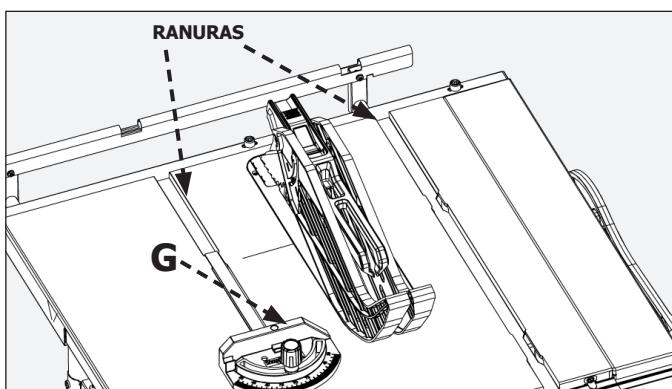

FIGURA 36
Existen dos ranuras de medidor de inglete, una en cada lado de la hoja, máximo 30°. Cuando realice un corte transversal de 90°, utilice cualquiera de las ranuras. Para un corte transversal biselado, utilice la ranura de la derecha de forma tal que la hoja quede inclinada alejada del medidor de inglete (G) y las manos (FIGURA 36).
Para ajustar el separador de una posición a otra (corte pasante/corte no pasante), levante la palanca de bloqueo del separador hacia la posición hacia arriba para desbloquear el separador (FIGURA 37). A continuación, mueva suavemente el separador hacia la derecha para desenganchar de las clavijas de bloqueo del conjunto de bloqueo del separador. Luego, deslice hacia arriba y adelante para un corte pasante y hacia abajo y atrás para un corte no pasante hasta que sienta que las clavijas de bloqueo quedan enganchadas en el separador (FIGURA 36). El separador está marcado con una posición de corte pasante y corte no pasante que se alinea con la superficie de la mesa cuando se encuentra en la posición correcta. Empuje la palanca de bloqueo del separador hacia abajo para bloquear el separador en su posición, tal como se muestra en la FIGURA 36a. El conjunto del separador deberá estar como se indica en la FIGURA 36b.